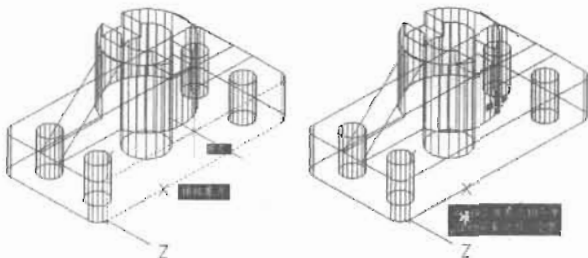

图 15-65
(4) 接着在命令行中输入 C 命令, 在如图 15-65 所示的位置绘制一个圆, 命令执行过程如下。